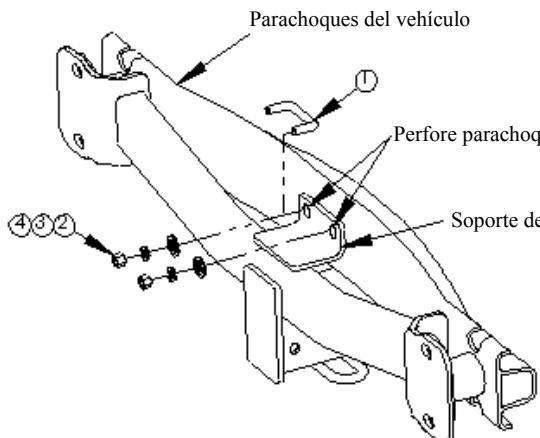

FIGURA 3
①	Cant. (1)	Perno en U, 3/8"	③	Cant. (2)	Arandela de bloqueo, 3/8"
②	Cant. (2)	Arandela cónica, 3/8"	④	Cant. (2)	Tuerca hexagonal 3/8"
4. Asegure el enganche y el parachoques entre sí fuera del vehículo. Alinee los orificios de montaje en el enganche y el parachoques, como se muestra en la Figura 3. Cerciórese de que el orificio enroscado en el parachoques esté en el costado del pasajero. Perfore dos orificios en el parachoques, usando los orificios en el soporte del parachoques como guía.
5. Introduzca el perno en U a través del soporte del parachoques y el parachoques. Sujete en su lugar como se muestra en la Figura 3, apretando a mano.